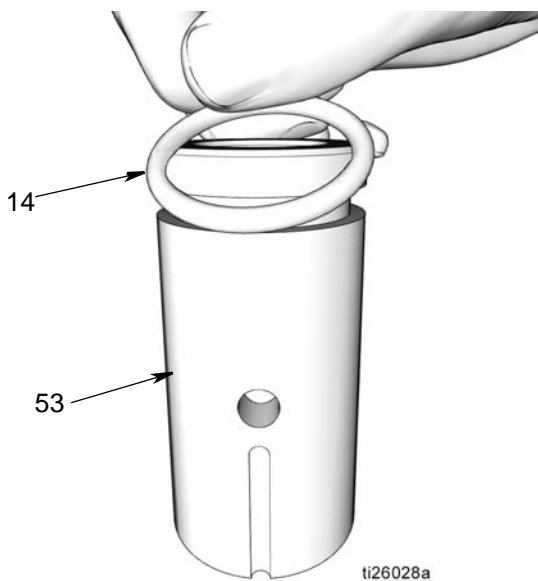

Рис. 40
- a. Используйте чистую салфетку для обтирания элемента соединительной муфты насоса (53) и удаления любой грязи или загрязняющих веществ. Осмотрите поверхность на отсутствие любых царапин или повреждений.
- b. Нанесите тонкий слой консистентной смазки на уплотнительное кольцо (14). Установите уплотнительное кольцо круглого сечения вокруг элемента соединительной муфты насоса (53) (Рис. 40).